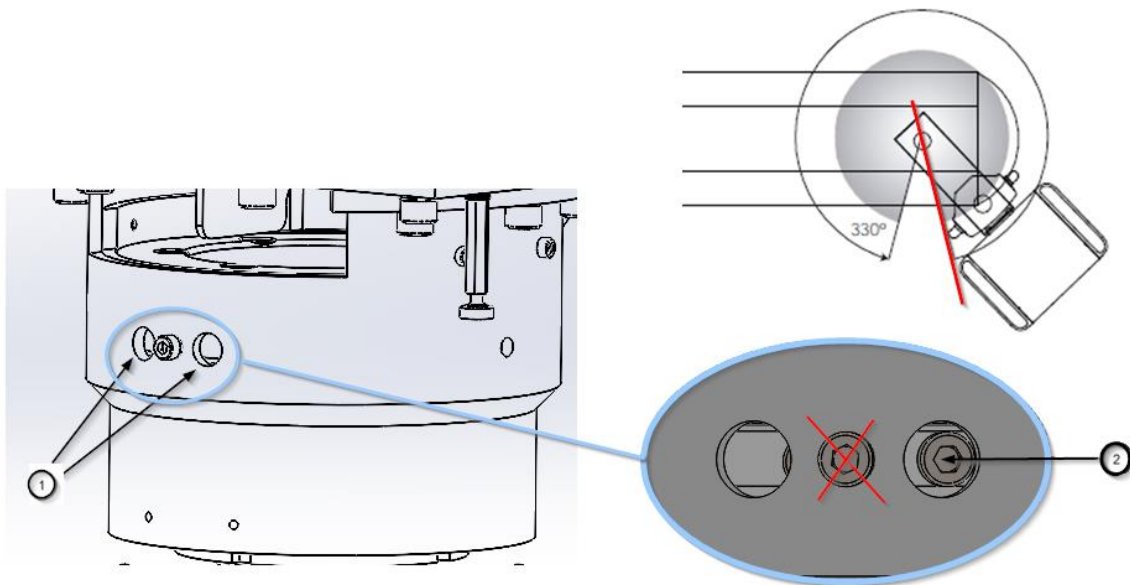

Fig.19 Schema van de draaiberegeling
- Om de draaibegrenzer aan de rechterkant van de kolom in te stellen, brengt u de kolom naar de maximale positie, zoals weergegeven in de rechterbovenhoek van afbeelding 19.
De inbusschroef van de aanslag ② wordt dan zichtbaar, zoals te zien is onderaan afbeelding 19 (detail rechtsonder in de afbeelding).
- Draai de inbusschroef ② los en verwijder deze.